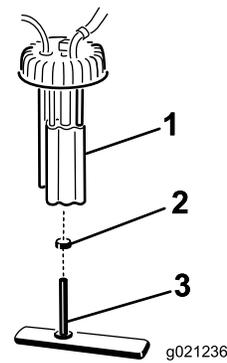

Figura 52
2. Desenchufe los conectores del arnés de cables de la bomba de combustible (Figura 52).
3. Afloje la abrazadera y desconecte el tubo de combustible del tapón de la bomba de combustible (Figura 52).
4. Desenrosque el tapón de la bomba de combustible de la parte superior del depósito de combustible (Figura 52).
5. Retire el conjunto de la bomba de combustible y el filtro de combustible del depósito (Figura 52).
6. Retire la abrazadera que sujeta el tubo del filtro de combustible al acoplamiento de la bomba de combustible. Retire el tubo del acoplamiento (Figura 52).